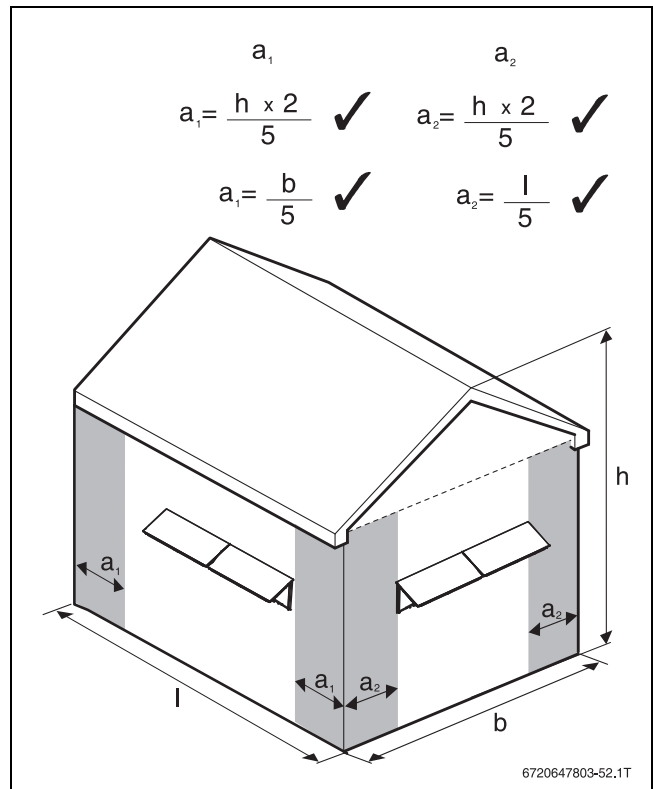

Bild 202 Einzuhaltende Abstandsmaße
- ▶ Abstand der Kollektorreihe vom Rand der Fassade gemäß Bild 202 ermitteln.